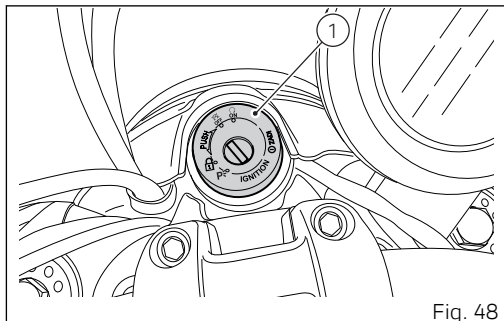

Fig. 48
Colocar el interruptor de arranque en posición (1, Fig. 48). Controlar que el testigo verde N (A) y el rojo  (B) ubicados en el salpicadero se encuentren encendidos.